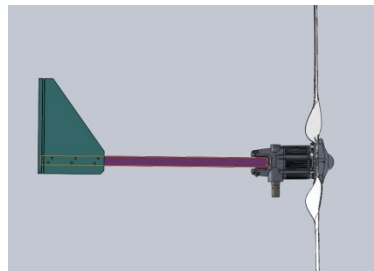

Abbildung 12
2. Nehmen Sie die Schraube zur Vorfixierung der Heckstange ab und montieren Sie die Heckstange in der in Abbildung 12 gezeigten Richtung, wobei die Schraube von oben und unten montiert und mit Muttern festgezogen wird.